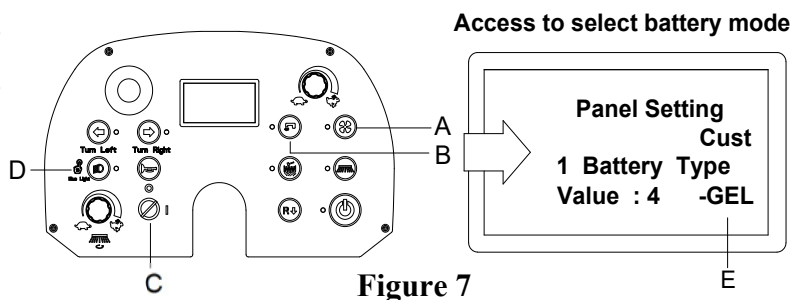

Figure 7
7. Appuyer simultanément sur le bouton aspiration (A, figure 7) et le bouton de la pompe (B, figure 7)
8. Insérer la clé de contact (C, Figure 7) et la tourner sur « I ».
9. Quelques secondes plus tard, le système passe en mode de sélection de la batterie (figure 7).
10. Relâcher le bouton d'aspiration (A, figure 7) et le bouton de la pompe (B, figure 7).
11. Appuyer sur le bouton d'aspiration (A, figure 7) et sur le bouton de la pompe (B, figure 7) afin de sélectionner le type de batterie (E, figure 7).
12. Appuyer sur le bouton des phares (D, figure 7), environ 1 seconde plus tard, l'écran affiche « Update OK » (Mise à jour OK), indiquant que le type de batterie est configuré, puis redémarrer la machine. (C, Figure 7).